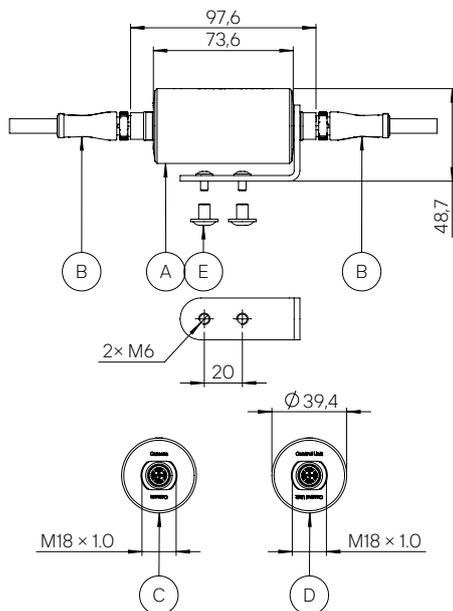

Abbildung 5
Die Länge des Datenkabels zwischen Kamerakopf und Steuerrechner ist auf 20 m begrenzt (siehe Kapitel „Technische Daten“ im Anhang). Mit dem Signalverstärker Rotoclear C-Extender (Abb. 5-A) kann diese Länge erweitert werden. Es können bis zu zwei Signalverstärker pro Kamerakopf in der Zuleitung verwendet werden. Jeder dieser Signalverstärker erhöht die ohne Signalverstärker maximal mögliche Datenkabellänge: Mit einem Signalverstärker ergibt sich eine maximal mögliche Länge von  $2 \times 20$  m, mit zwei Signalverstärkern eine maximal mögliche Länge von  $3 \times 20$  m.
Achten Sie auf die Ausrichtung entsprechend der gekennzeichneten Stecker. Das Datenkabel (Abb. 5-B), das an die mit „Camera“ beschriftete Seite (Abb. 5-C) angeschlossen wird, muss in Richtung Kamerakopf zeigen. Die mit „Control Unit“ (Abb. 5-D) beschriftete Seite muss in Richtung HDMI-Box zeigen.
**!** An den Anschlüssen befinden sich die M18 × 1.0 Außengewinde, die zur Befestigung mit dem separat erhältlichen Halter verwendet werden können. Der Halter ist mit zwei M6 Gewinden ausgestattet. Für eine vorder- oder rückseitige Installation des Halters liegen M4 sowie M6 Schrauben (Abb. 5-E) bei.